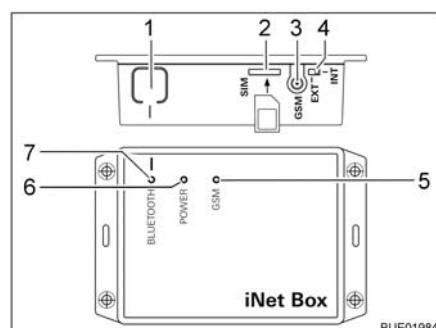

Fig. 104 Truma iNet Box
- Premere il tasto BLUETOOTH (Fig. 104,1) della iNet Box per 1 secondo. Nel terminale mobile la Truma iNet Box è visibile per circa 2 minuti (nome: "Truma iNet-Box"). In questo tempo il LED BLUETOOTH (Fig. 104,7) blu lampeggiava.
- Spingere con cautela la mini SIM con il proprio numero di telefono e credito sufficiente nello slot (Fig. 104,2) della Truma iNet Box, come illustrato, finché non si innesta. Il LED GSM (Fig. 104,5) rosso deve lampeggiare costantemente. Quando dopo 20 secondi il LED rosso si spegne: Controllare la mini SIM.